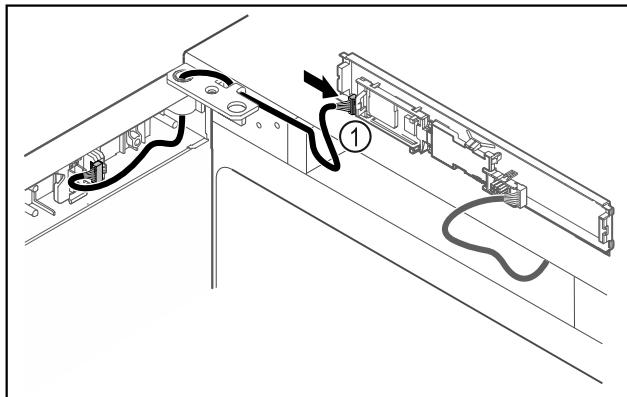

Fig. 42
- ▶ Nataknite utikač Fig. 42 (1) na tiskanu pločicu.